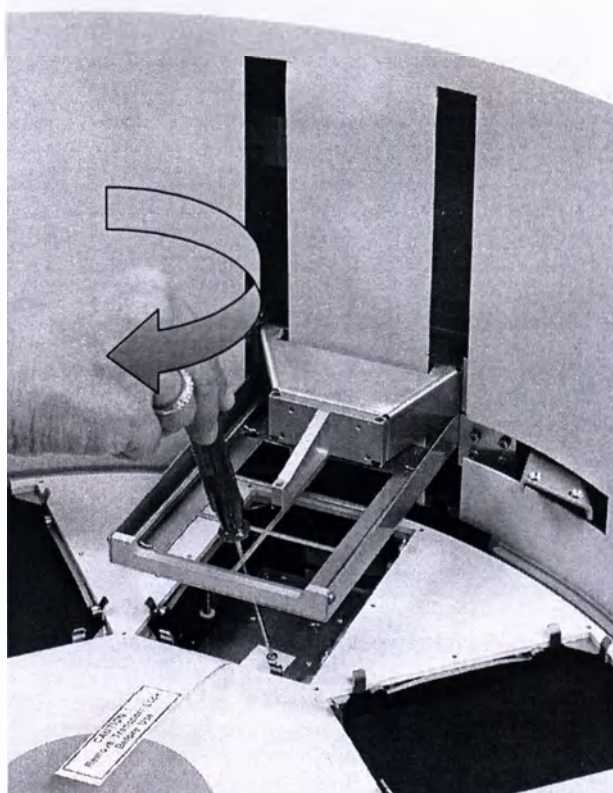
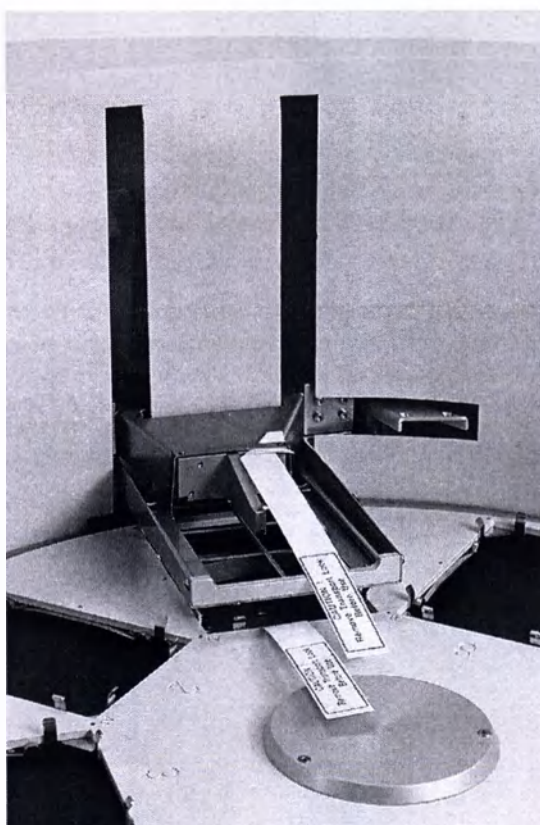

Рис. 5.22 Установка транспортировочного фиксатора нагревательного блока (В)
Рис. 5.26 Установленные транспортировочные фиксаторы
- 5 Транспортировочный фиксатор нагревательного блока устанавливается в соответствии с рисунком 5.22. Зафиксировать транспортировочный фиксатор винтом, поворачивая его по часовой стрелке (Рис. 5.22). На Рис. 5.26 показаны оба транспортировочных фиксатора в установленном состоянии.
На Рис. 5.26 показаны установленные фиксаторы нагревательного блока и держателя гребенки наконечников.